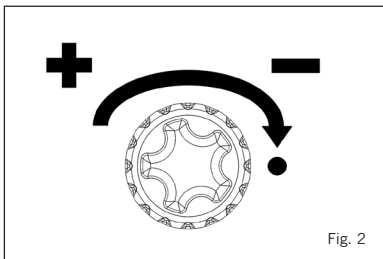

Fig. 2
- Drei kontrollknappen på Power Pak mot urviseren for å øke gasstilførselen (Fig.2).